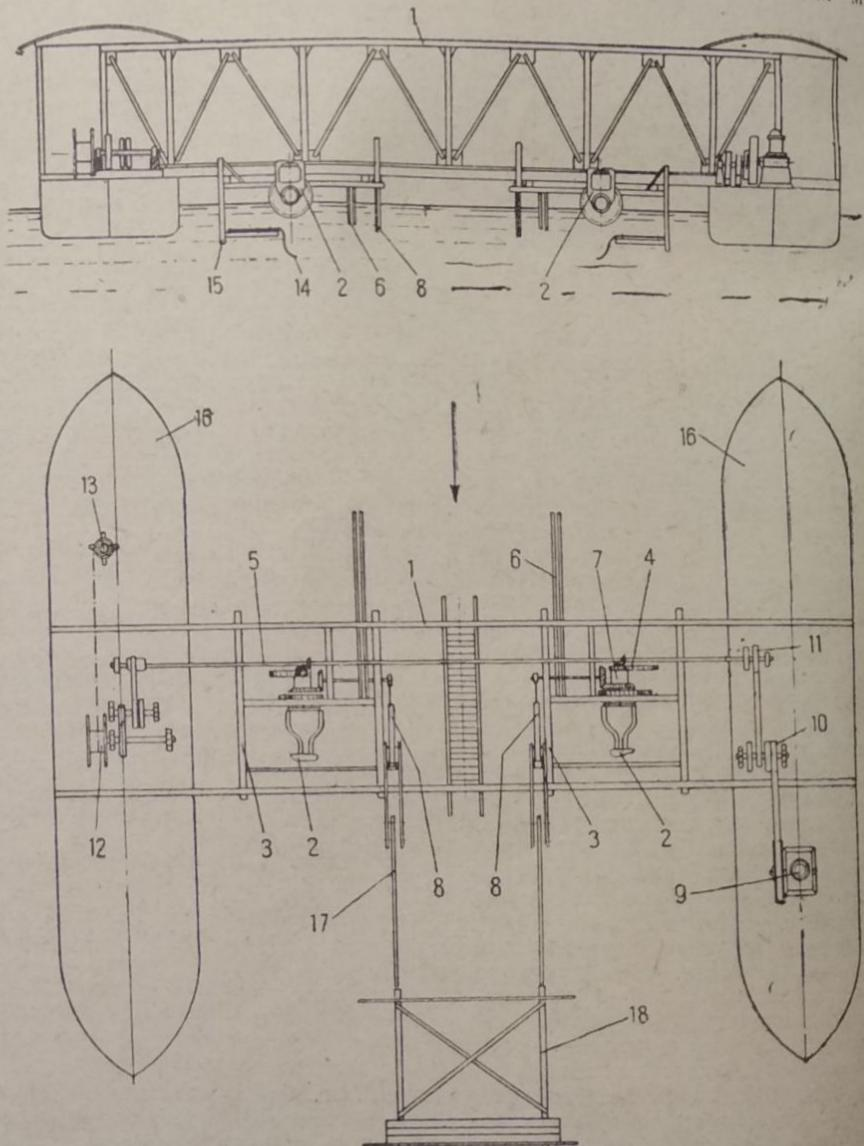

Рис. 1. Схематический чертеж машины ВКОСС-В
Для вязки однорядок проволокой на сплавных рейдах с 1932 г. применяются машины ВКОСС-Б системы К. Максимова. Шестилетний период эксплуатации этих машин доказал их несомненную рентабельность. Тем не менее произведенные за ряд лет исследования работы машин ВКОСС-Б показывают, что эти машины имеют еще целый ряд недостатков, которые устранены в новой сплоточной машине ВКОСС-В, сконструированной Волжско-Камским филиалом ЦНИИ лесосплава (рис. 1). Основанием машины служат два деревянных pontoна (16) длиною 20 м, шириной — 4 м, высотой борта — 1,6 м. Пontoны соединены между собою металлической фермой (1), на нижнем поясе которой устанавливаются две передвижных рамы (3) с лебедочными механизмами (4), состоящими из конических и цилиндрических зубчатых передач. Последним звеном лебедочного механизма является труба (7) с прикрепленной к ней коленчатой металлической конструкцией (2), называемой мотылем. Внутри мотыля помещается укрупненная катушка с проволокой для вязки бревен. Проволока с катушки проходит через ролики, часть которых имеет тормозы и свисает с конца мотыля.